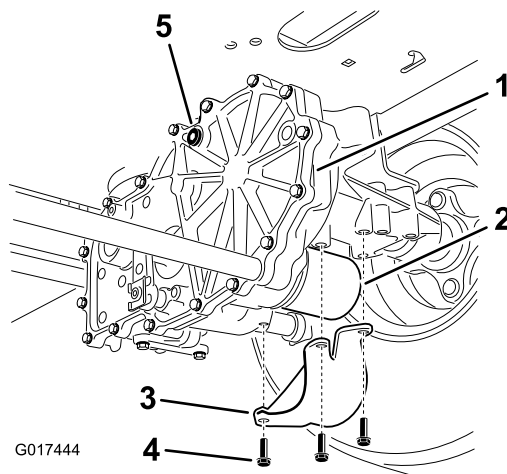

Figura 66
2. Individuate il filtro e le protezioni su ogni sistema di trasmissione (Figura 66). Rimuovete le tre viti con cui è fissata la protezione del filtro.